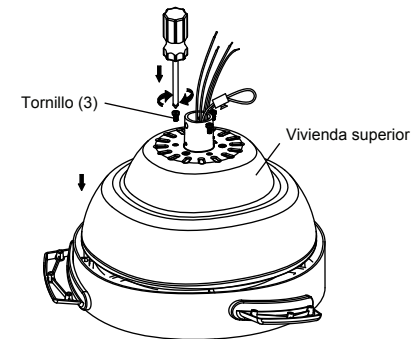

Fig. 6
Paso 2. Alimentar cuidadosamente los cables del ventilador a través del orificio central de la carcasa superior, colocar la carcasa superior sobre el cuerpo del motor y alinear los agujeros. Inserte tres (3) tornillos del paquete de herrajes en los orificios y apriételos firmemente. (Fig.6)